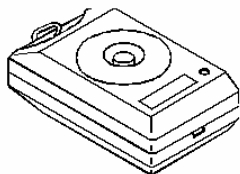

Рисунок 1.7. MCT-201 / 231
A. MCT-201 / MCT-231: Эти однокнопочные брелоки могут быть использованы для включения/выключения системы. MCT-201 типа PowerCode, а MCT- 231 типа CodeSecure. Внешне они выглядят одинаково (см Рисунок 1.7).